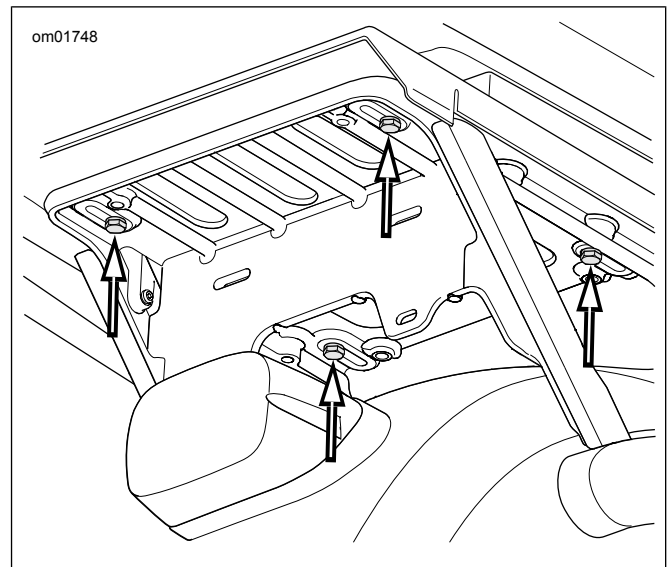

Figure 4. Mga Turnilyo ng Bracket ng Tour-Pak (Mga Modelong APC China)
- c. **Mga modelong APC:** Tingnan ang Figure 4 . Alisin ang apat na turnilyo, flat washer, at adapter plate mula sa pansuportang rack. I-slide nang paabante upang pakawalan ang mga L-hook.